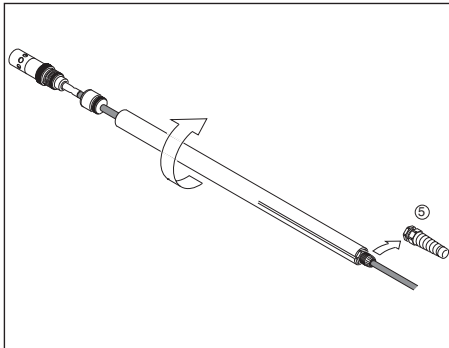

FIG. 9 Montage de la sonde SC4A
3.8.3 Montage d'une sonde SC4A Fig. 9